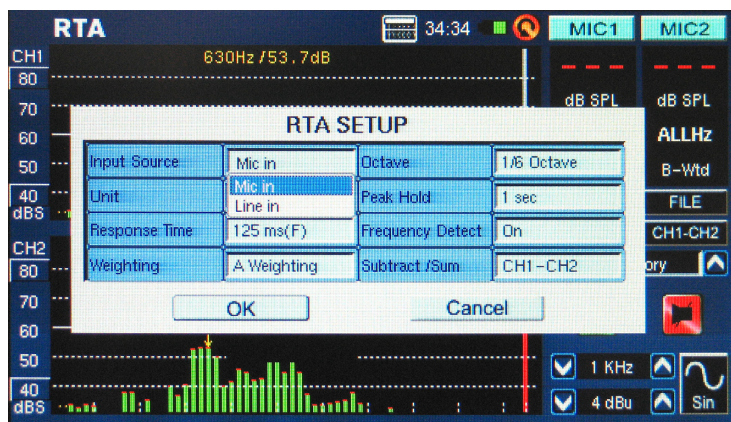

图 18
1. 进入RTA屏幕的SET菜单，将输入声源设定“Mic”(图18)。